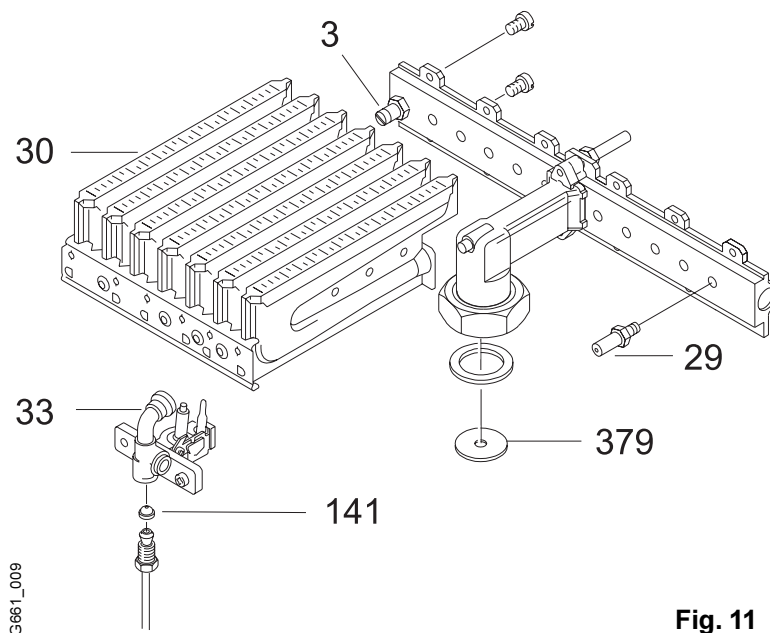

Fig. 11
2. Desmontar el quemador (pos. 30, fig. 11). Desenroscar los grupos izquierdo y derecho del quemador y cambiar las boquillas inyectoras (pos. 29, fig. 11).
3. Cambiar la boquilla del quemador piloto (pos. 141, fig. 11).
5. Cambiar la anilla de estrangulación (pos. 379, fig. 11).